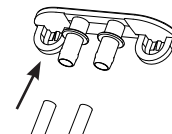

Figure 7
12. Retirez les bouchons et laissez l'eau s'écouler complètement. Voir figure 7.